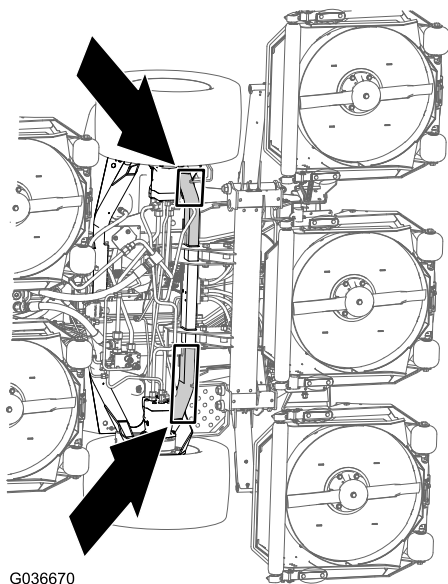

Figura 54
**Parte trasera de la máquina** – en el bastidor de la máquina, hacia delante de los motores de la transmisión de las ruedas (Figura 54)